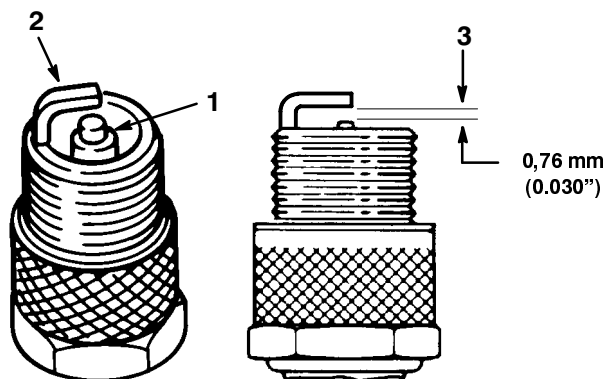

Figure 14
1. Inspecter le centre de la bougie (Fig. 14). Si le bec de l'isolateur est recouvert d'un léger dépôt gris-brun, le moteur fonctionne correctement. S'il est couvert d'un dépôt noir, c'est généralement signe que le filtre à air est encrassé.
- Contrôler l'écartement entre l'électrode centrale et l'électrode latérale (Fig. 14). Courber l'électrode latérale (Fig. 14) si l'écartement est incorrect.